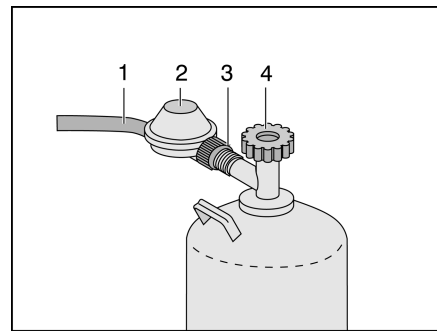

Fig. 154 Conexión de la bombonas de gas
- Cerrar la llave de paso principal (Fig. 154,4) de la bombona de gas. Observar el sentido de la flecha.
- Retener el regulador de presión de gas (Fig. 154,2) y abrir la tuerca moleteada (Fig. 154,3) (rosca a la izquierda).
- Retirar el regulador de presión de gas con la goma del gas (Fig. 154,1) de la bombona de gas.
- Acoplar el regulador de presión de gas (Fig. 154,2) con goma del gas (Fig. 154,1) a la bombona de gas y apretar la tuerca moleteada (Fig. 154,3) con la mano (rosca a la izquierda).